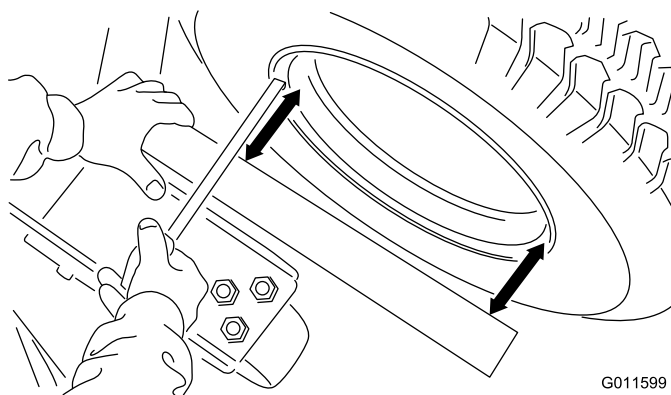

Figura 7
2. Parafusos de montagem, anilhas e porcas de bloqueio (8)
- B. Coloque um quadrado ou uma régua contra a soldadura da plataforma que contém a montagem da forquilha da roda giratória (Figura 7). Não utilize a própria forquilha da roda giratória.
- C. Meça a partir da parte interior do rebordo (não a partir da extremidade exterior do rebordo) em ângulo recto em dois locais como indicado em Figura 7. As irregularidades do rebordo e da tinta tornam a extremidade exterior um ponto de medição não fiável. Estas duas medições devem ser iguais, dentro de uma tolerância de 3 mm.